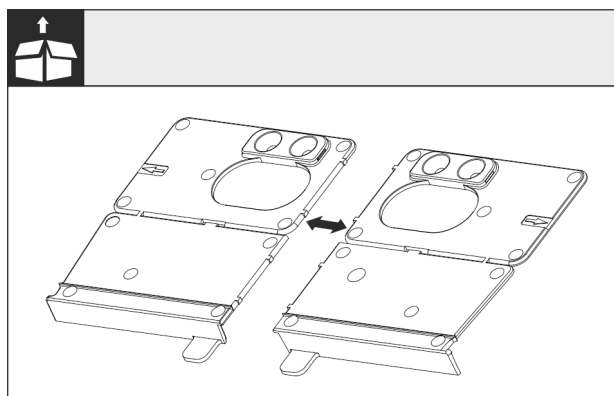

Fig. 27
- Oddel'te montážny uholník dna Fig. 27 () na perforácii.